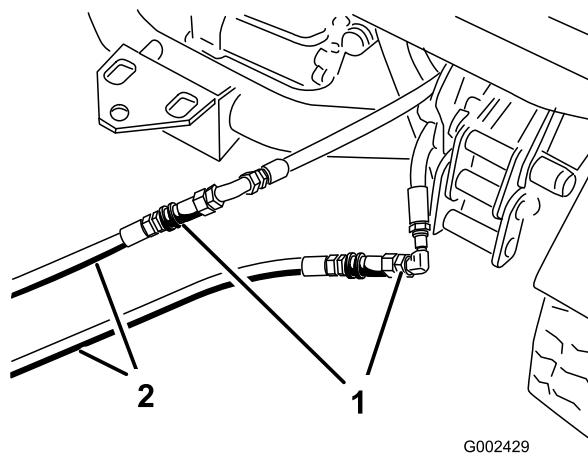

Figura 75
- En la máquina inmovilizada, conecte las dos mangueras de interconexión a las mangueras que fueron desconectadas (Figura 75).